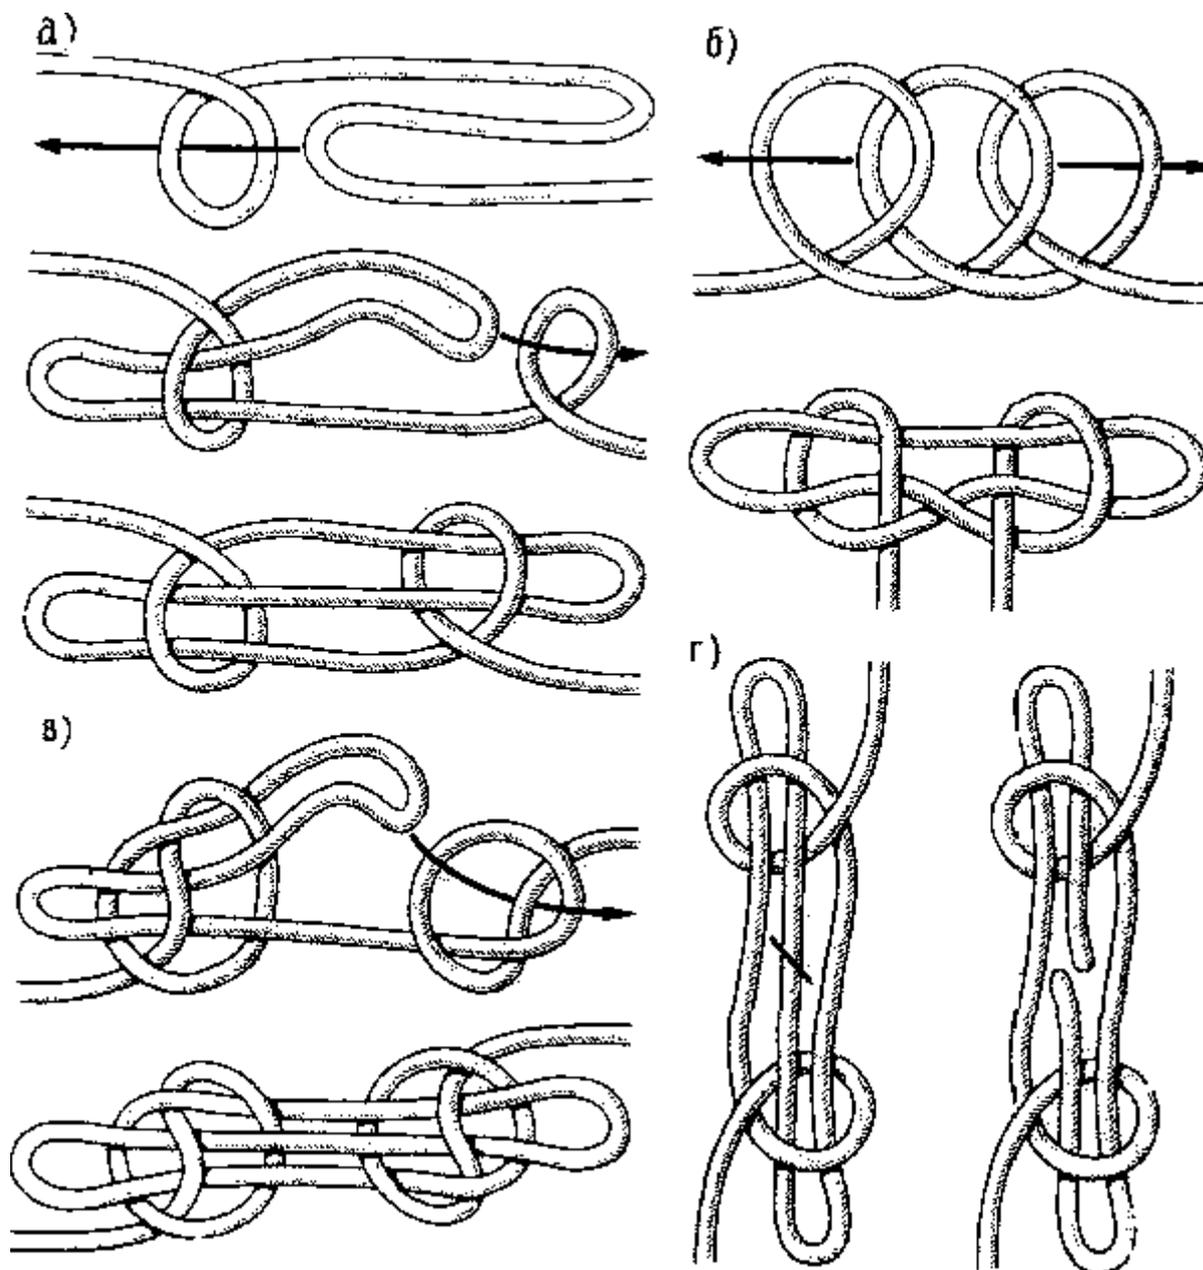

Рис. 113. Кольшка
**Кольшка (“баранья нога”)** (рис. 113). В английском морском языке этот узел называется “Sheepshank”, что означает “баранья ляжка”. Такое название узел получил у англичан ввиду внешнего сходства его формы с бараньей ногой. В отечественных пособиях по морскому делу он не имеет никакого собственного названия, его просто именуют “узлом для укорачивания троса”.
когда стеньга или брам-стеньга спущены. Укорачивание тросов на время делали и в других случаях. По традиции моряки разрезают трос при исключительных обстоятельствах. А если, например, на судне требуется для какой-нибудь работы 25 метров троса, а под рукой есть свободный кусок длиной 40 метров, то его резать не будут, а укоротят до 25, сделав на нем обычную “баранью ногу” одним из двух способов (рис. 113, а, б). Для большей надежности, чтобы узел при временном снятии нагрузки случайно не развязался, концы его петель можно закрепить сваечным узлом (рис. 113, а).
Узел “кольшка” применяется не только с целью укоротить длину троса на время. Его используют и в тех случаях, когда при ответственной операции с тросом (как, например, подъем тяжеловеса) есть сомнения в его прочности: допустим, в одном месте перетерта одна прядь или трос надрезан. Чтобы исключить это место из работы и не подвергать его нагрузке, вяжут кольшку. Принцип кольшки заключается в том, что место троса, перечеркнутое на рис. 113, з, не участвует в работе троса, который завязан этим узлом. В этом месте под нагрузкой трос можно смело перерезать, и он все равно будет держать груз, на который рассчитан по прочности. Пользуясь этим полезным узлом, не нужно забывать, что он прочен и надежен только под нагрузкой, и как только последняя снята, возникает опасность, что узел распадется. Поэтому перед каждым применением троса с завязанной кольшкой узел следует проверять или при вязке узла прикреплять петли к коренным концам схватками.